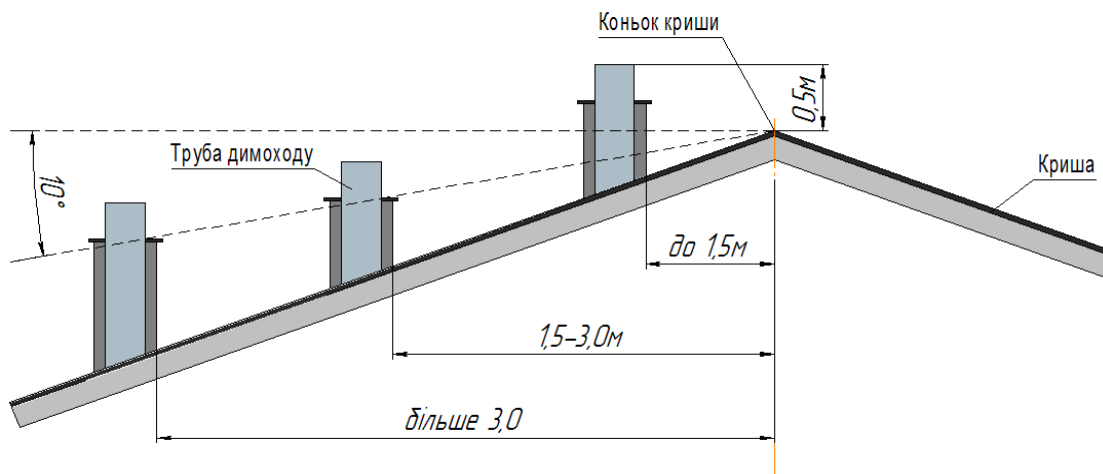
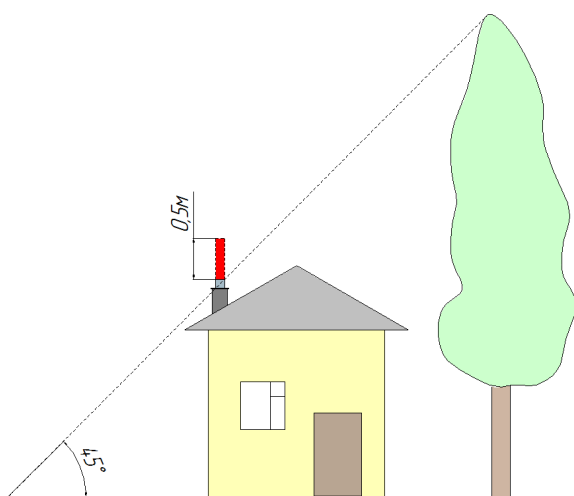

Рис.8 Рекомендована схема розміщення димової труби над гребеня даху.
Рис.9 Збільшення димоходу при наявності біля будівлі зони вітрового підпору.
7.4.3 Димохід повинен забезпечувати вихід димових газів з котла, не створюючи при цьому додаткових опорів (див. Рис.8 та Рис.9).
7.4.6 Забороняється монтувати димохід (димову трубу) безпосередньо на димоході котла. Рекомендована монтажна схема підключення котла до димоходу показана на (Рис.8).